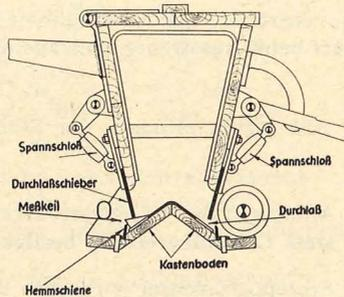
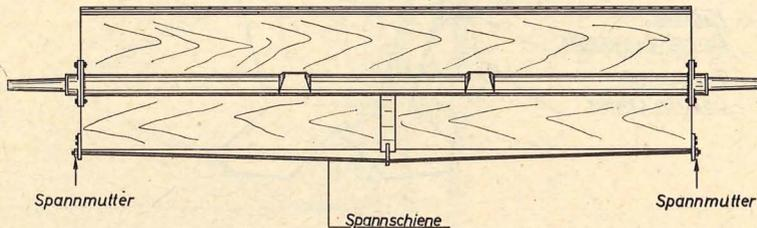

Abb. 2
Abb. 3
1. **Hemmschiene** nur bei rieselnden Düngersorten einbauen und mit Vorstecker sichern! **Bei pulverförmigen oder feuchten Düngersorten Hemmschienen ausbauen**, da sonst auf beiden Seiten über eine Breite von ca. 10 bis 20 cm weniger Dünger fällt (s. Abb. 2)!
Die Überprüfung geschieht folgendermaßen: Auf der ganzen Maschinenbreite ist z. B. bei Durchlaßschieberstellung 6 ein Meßkeil zwischen Durchlaßschieber und Rührschieber zu stecken (s. Abb. 2). **Achten Sie bitte hierbei darauf, daß der Rührschieber an allen Stellen gleichmäßig auf dem Kastenboden aufliegt!** Bei der ersten Probe macht man zweckmäßig eine Markierung auf den Meßkeil und überprüft, ob der Abstand zwischen Rührschieber und Durchlaßschiebern auf der ganzen Maschinenbreite gleich ist. Bei Abweichungen stelle man durch Verdrehen der Spannschlösser die Durchlaßschieber entsprechend nach. Hat der Kastenboden sich durchgebogen, so muß er durch Anziehen der Spannmuttern über die Spannschiene wieder nachgerichtet werden (siehe Abb. 3)!